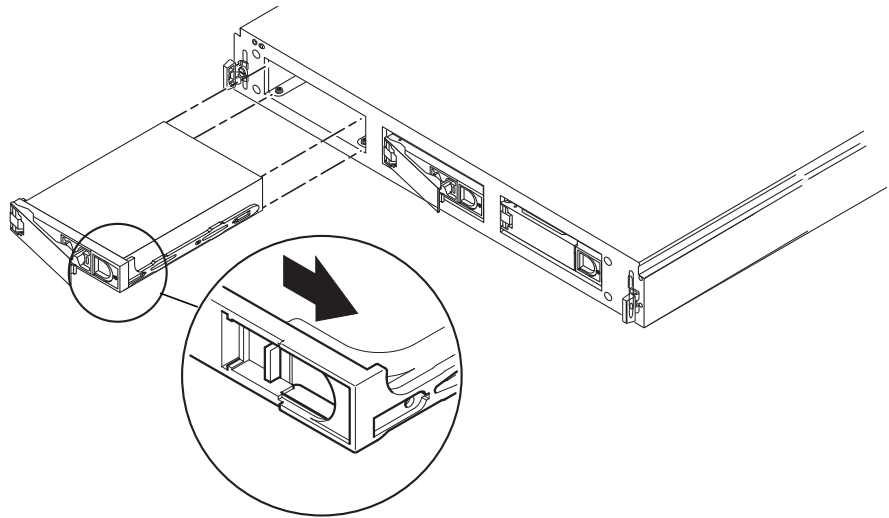

BILD 4-3 Ta bort och byta ut en hårddisk
4. Lossa enhetshandtaget genom att skjuta hakarna mot den angivna riktningen BILD 4-3.